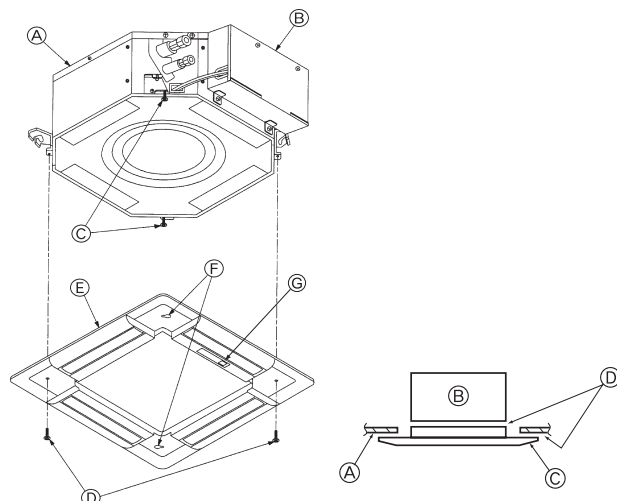

Fig. 5-6
5.3.2. Tijdelijke installatie van het rooster (Fig. 5-6)